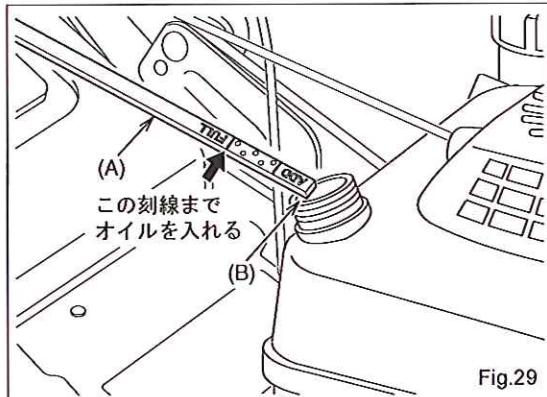

Fig.29
(4) 新しいオイル [SAE10W-30 もしくは SAE30、または、P7 の Fig.9 を参考にして作業温度によって使い分けて下さい] を、オイルゲージ (A) で確認しながら定量給油して下さい。(Fig.29)